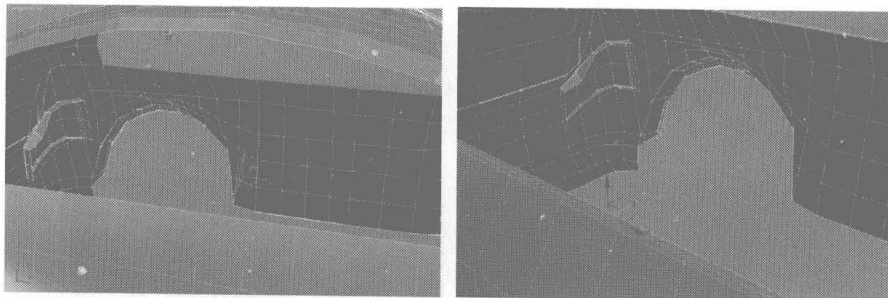

图 7.135
- 27** 选择汽车侧面车窗位置的边缘曲线，按住 Shift 键，复制面，如图 7.135 所示。